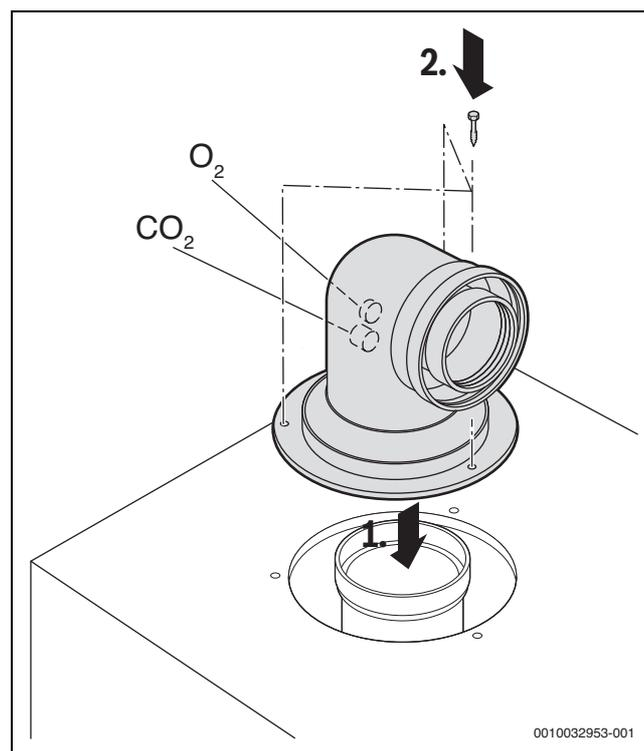

Fig. 27 Insérer les accessoires de fumisterie et fixer avec trois vis.
- ▶ Raccordement des accessoires de fumisterie (→ fig. 27).